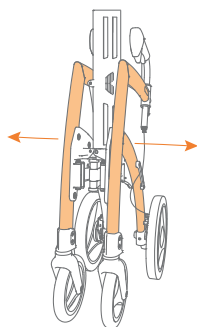

Abbildung 14: Ausklappen durch Ziehen
- Ziehen Sie die Seitenteile des Rollz Motion Electric auseinander, bis er fast vollständig ausgeklappt ist (Abbildung 14).